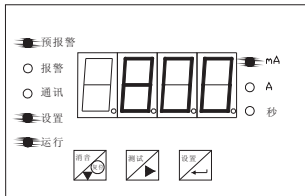
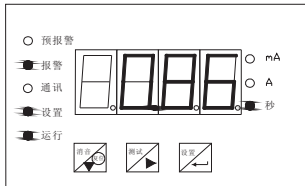
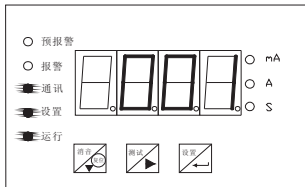

图 5 : 浏览状态 (预报警值)
图 6：浏览状态（报警延时）
图 7：浏览状态（通讯地址）
状态2(浏览状态)：预报警值浏览（如图5所示），预报警延时浏览，报警值浏览，报警延时浏览（如图6所示），通讯地址浏览（如图7所示）。
- 按下“设置”按键，进入“浏览状态”，浏览第一条信息，预报警设定值，此时“预报警”灯和“设置”灯亮。相应单位灯“mA”或“A”亮。如图5所示。
b) 此时按下“向下”按键，顺序显示预报警延时，报警值，报警延时（如图6所示），通讯地址。